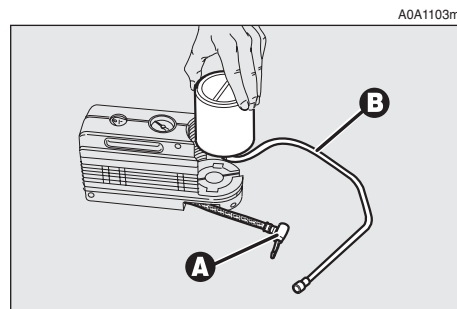

fig. 19
- débrancher la prise **A-fig. 19** et débrancher le tuyau **B**;